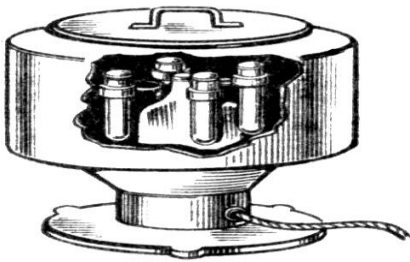

Рис.18. Електрична центрифуга
*Електричну центрифугу* (рис.18) використовують в якісному аналізі, коли при наявності незначних осадів і їх об'ємів розділення не проводять фільтруванням, оскільки це пов'язано з великими втратами осаду і розчину. В основі процесу центрифугування покладено прискорення осаджування частинок осаду під дією відцентрової сили, що розвивається від швидкого обертання центрифуги. Осад швидко збирається на дні пробірки, і розчин над осадом стає прозорим. Центрифуга розрахована на 4-12 пробірок, які вставляють в спеціальні гнізда.